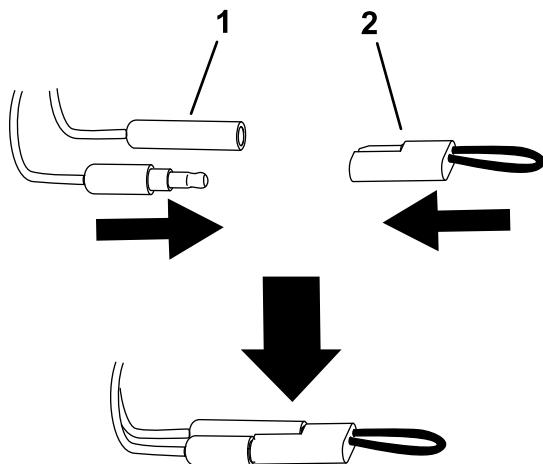

Рисунок 13
5. Разъедините калибровочные разъемы и установите на них заглушку (Рисунок 13).